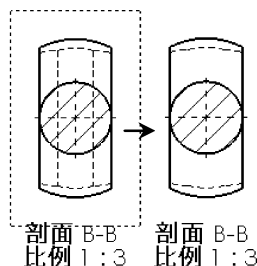

图 7-113 令部分隐藏线可见
STEP 4 选中剖面视图，在左侧出现的“剖面视图”属性管理器中设置显示样式为“隐藏线可见”，并右击竖向的虚线，选择“隐藏”菜单项将其隐藏，如图 7-113 所示。